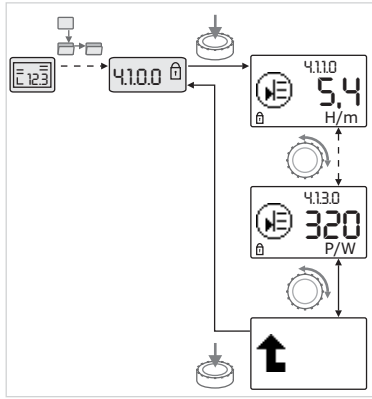

Fig. 40: Solicitud de información
- Gire el botón de mando para acceder a elementos de menú del tipo "Información" del submenú actual (véase la Fig. 40). Para obtener una explicación de los ajustes representados por símbolos, véase la tabla del capítulo 8.7 „Referencia de elementos de menú“ en la página 44.